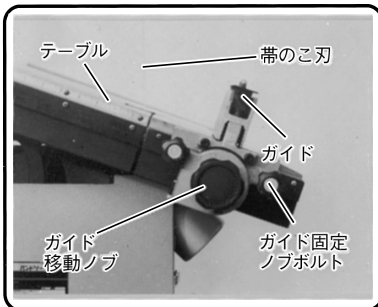

図 26
- (5) ガイドを帯のこ刃の右側にして挽き割り作業をしますと傾斜挽きが容易にできます。(図26)